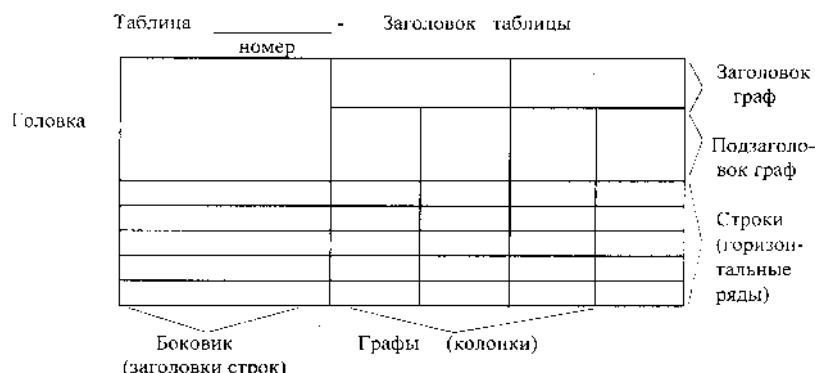

Рисунок 1 - Пример оформления таблицы
6.1.3 Название таблицы, при его наличии, должно отражать ее содержание, быть точным, кратким. Название таблицы помещают над таблицей после ее номера через тире, с прописной буквы (остальные строчные), без абзацного отступа. Надпись «Таблица...» пишется над левым верхним углом таблицы и выполняется строчными буквами (кроме первой прописной) без подчеркивания (рисунок 1).
6.1.10 Все иллюстрации именуются в тексте рисунками и нумеруются в пределах каждого раздела. Номер иллюстрации составляется из номера раздела и порядкового номера иллюстрации в пределах данного раздела, разделенных точкой, например: «рисунок 2.1» (первый рисунок второго раздела). Допускается сквозная нумерация рисунков арабскими цифрами по всему текстовому документу. Если рисунок один, то он обозначается «Рисунок 1». Иллюстрации каждого приложения обозначают отдельной нумерацией арабскими цифрами с добавлением перед цифрой обозначения приложения. Например, «Рисунок А.3».